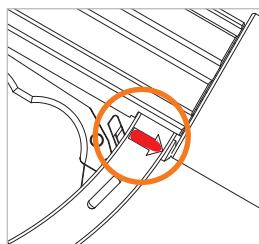

Abbildung 24
- Ziehen Sie den Verriegelungshebel (Pos. 6) in Pfeilrichtung zurück (Abbildung 24), um den Verriegelungsmechanismus zu lösen und den Betätigungshebel (Pos. 7) in die OFF-Stellung zu bringen.